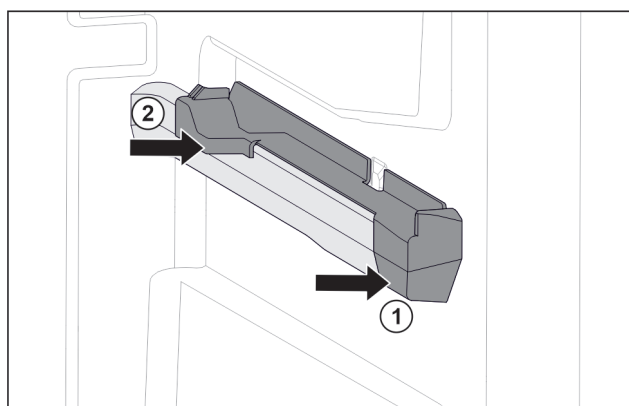

Fig. 151 Natični nastavek na desnemu nastavku za posodo
- ▶ Natični nastavek spredaj namestite na nastavek za posodo. Fig. 151 (1)
- ▶ Pritisnite natični nastavek zadaj. Fig. 151 (2)